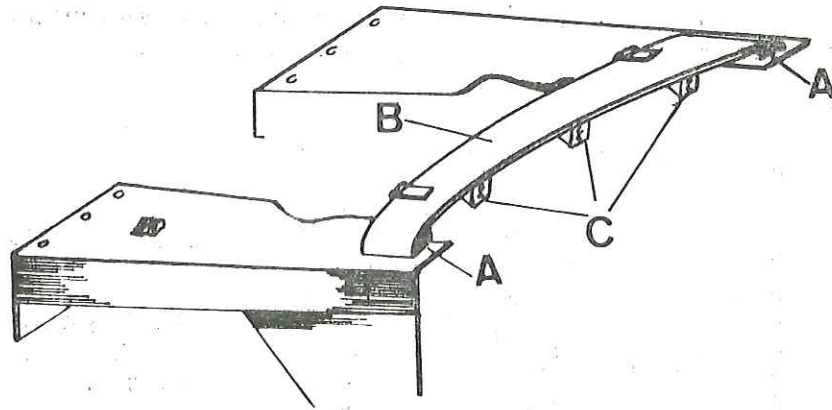

Fig. Q1-3 Desmontaje suplemento del capó
- 2.6. Si fuese necesario, se desmontará el suplemento del capó, B (Fig. Q1-3) soltando los tornillos de fijación a las aletas, A, y al panel frontal del salpicadero, C.